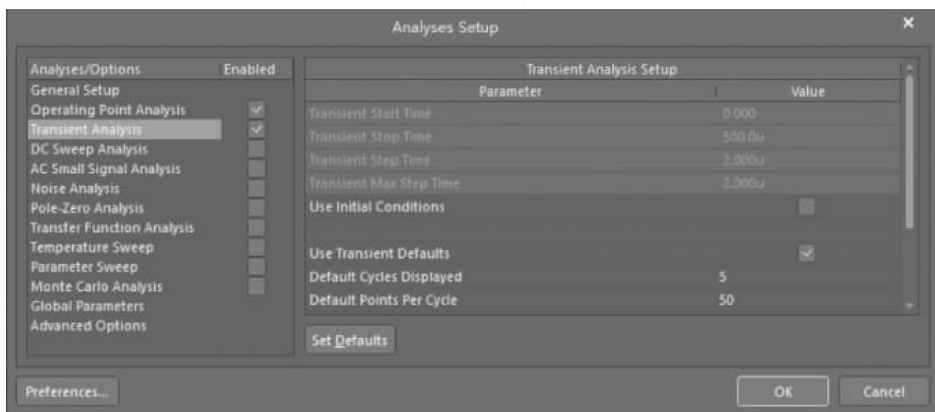

图 3-55 设置仿真参数界面 2
① 选中 Operating Point Analysis 和 Transient Analysis 选项,执行直流工作点和瞬态分析功能。
② 将 Collect Data For 设置为 Active Signals/Probes。
③ 将 IN 和 OUT 添加到 Active Signals 栏中。
(3) 选择 Transient Analysis 选项,出现如图 3-55 所示的 Transient Analysis Setup(瞬态分析设置)对话框。按下面参数设置: